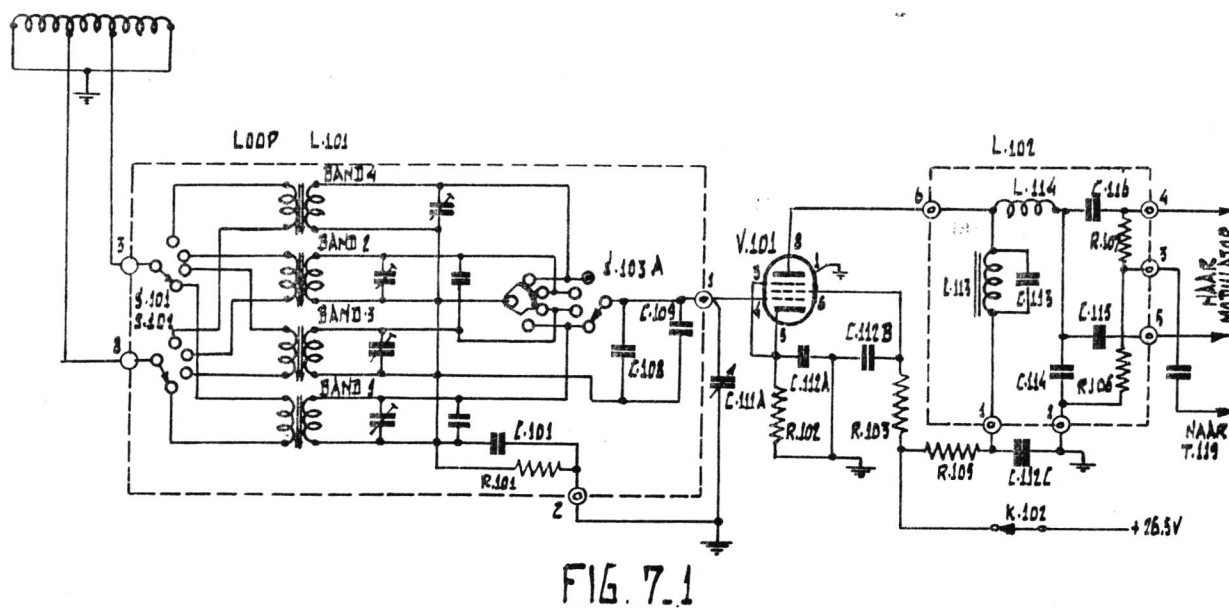

FIG. 7.1
1. De raamversterker en het fasedraaiend netwerk (fig. 7-1)